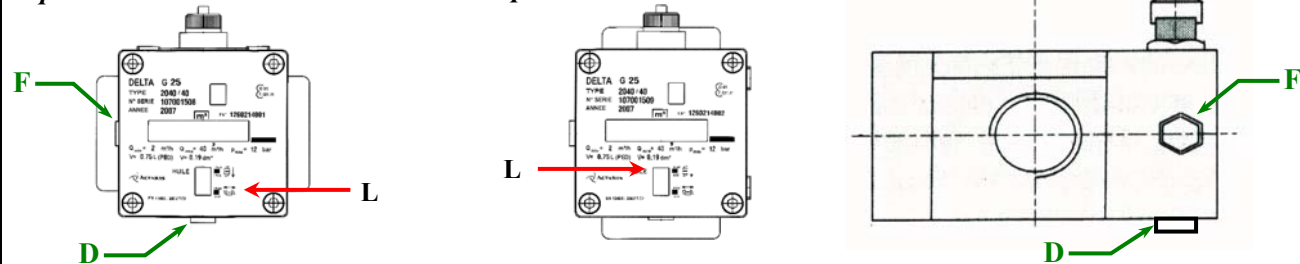

Рис. 6.1
3.16.1. Счетчики с DN 40 мм в корпусе из алюминия, а также с DN от 50 до 100 мм в стальном корпусе имеют следующие варианты исполнения: для установки на горизонтальном участке трубопровода (относительно горизонтально расположенного роликового сумматора газ может двигаться по следующим направлениям: только слева направо или только справа налево) или на вертикальном участке трубопровода (относительно горизонтально расположенного роликового сумматора газ может двигаться по следующим направлениям: только сверху вниз или только снизу вверх) (см. рис. 6.1).